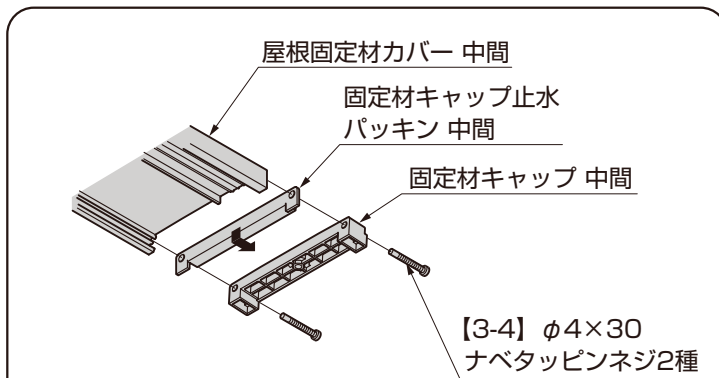
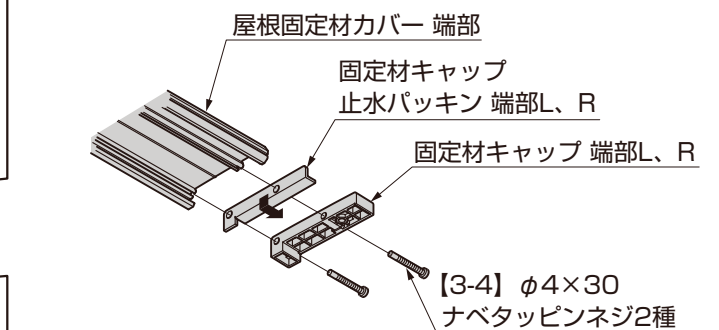

図9-36 中間部の場合
図9-37 端部の場合
- ③固定材キャップ止水パッキン、固定材キャップを屋根固定材カバーに【3-4】で取付けてください。(図9-36、図9-37参照)